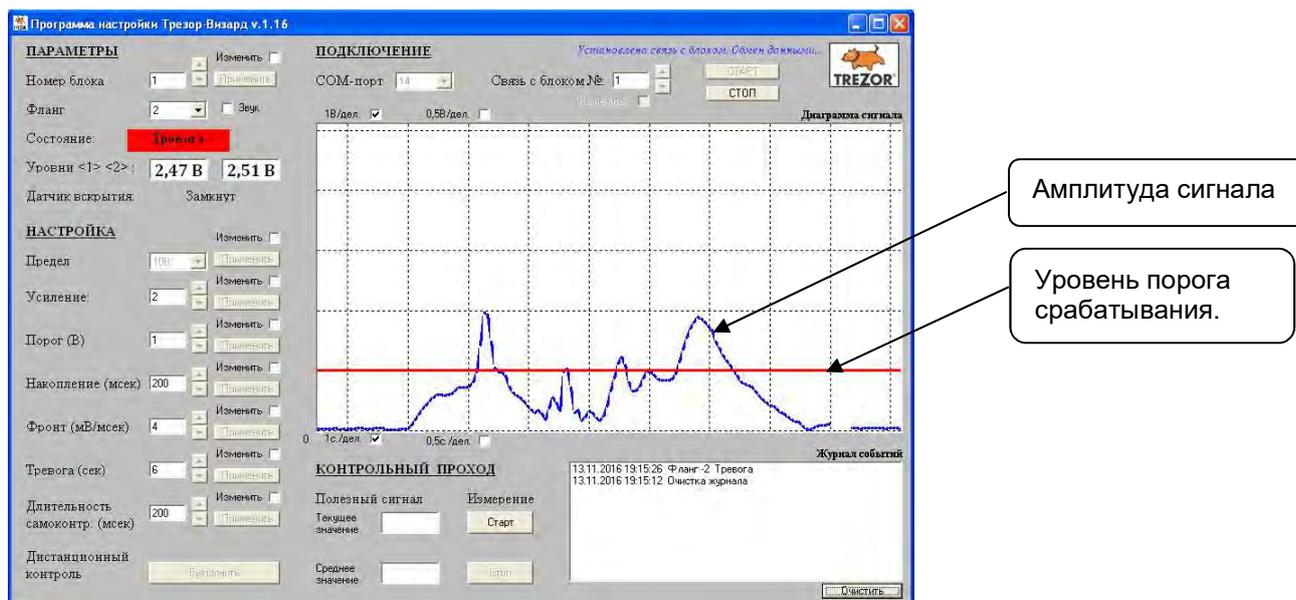

Рисунок 4
- 4.1.5. При удачном соединении на панели программы отображается (рис. 4):
В окне «Диаграмма сигнала» отображается значение «полезного» сигнала в режиме реального времени и уровень заданного порога. В поле «журнал событий» регистрируются события по текущему флангу и действия оператора (рис. 4).